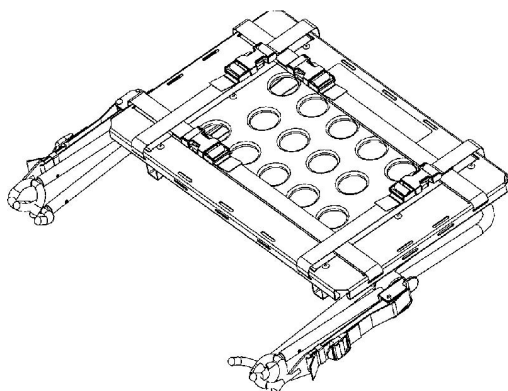

Figura 16 – Posizione ripiegata
1. Collocare la piattaforma in posizione ripiegata (Figura 16).